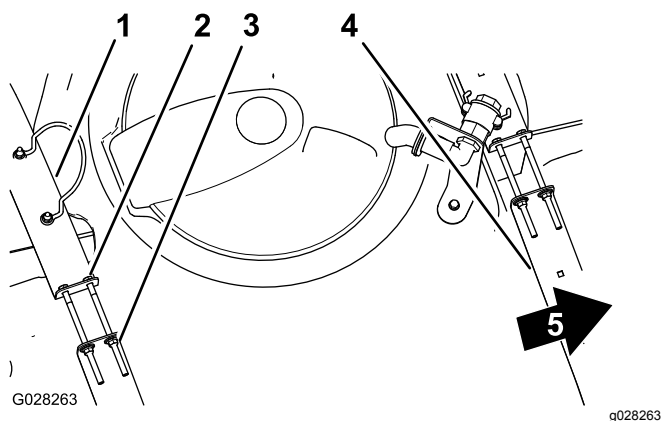

Figura 29
2. Verificate l'eventuale presenza di movimento tra le fasce del serbatoio e il serbatoio stesso (Figura 29).
3. Se le fasce risultano lente sul serbatoio, stringete i dadi di bloccaggio flangiati e i bulloni sulla parte superiore delle fasce fino a quando queste non sono pari alla superficie del serbatoio (Figura 29).